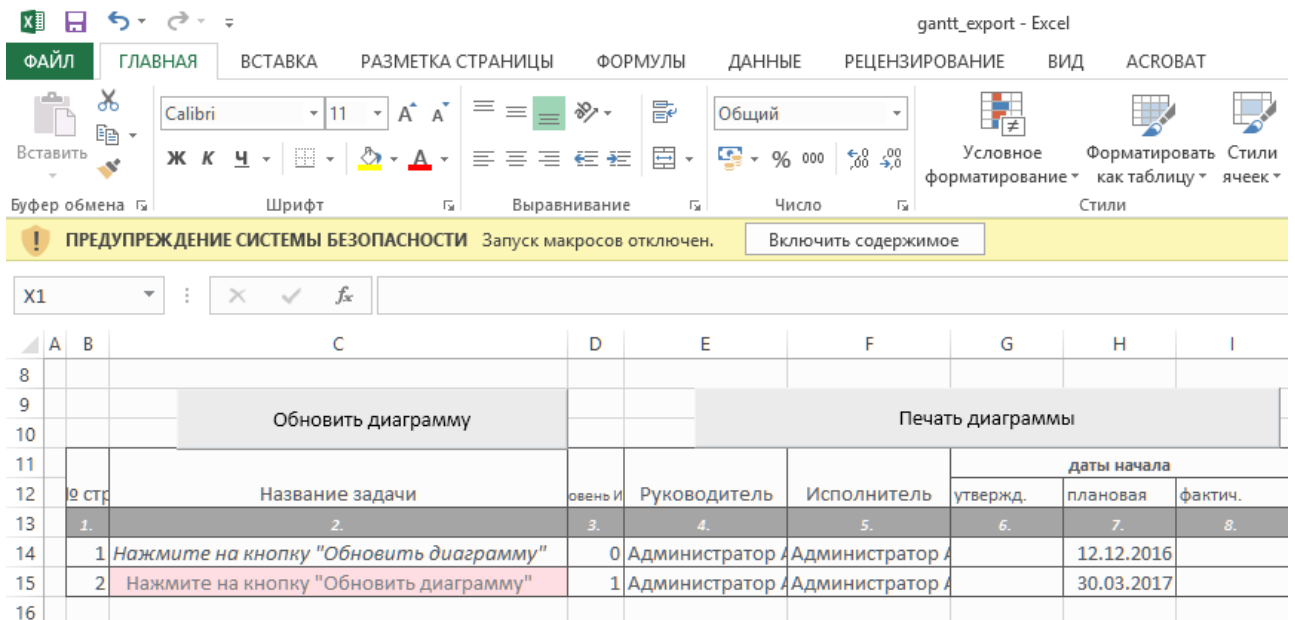

Рисунок 4 – Кнопка «Включить содержимое»
2. Нажмите кнопку «Включить содержимое» → «Обновить диаграмму» (Рисунок 4).